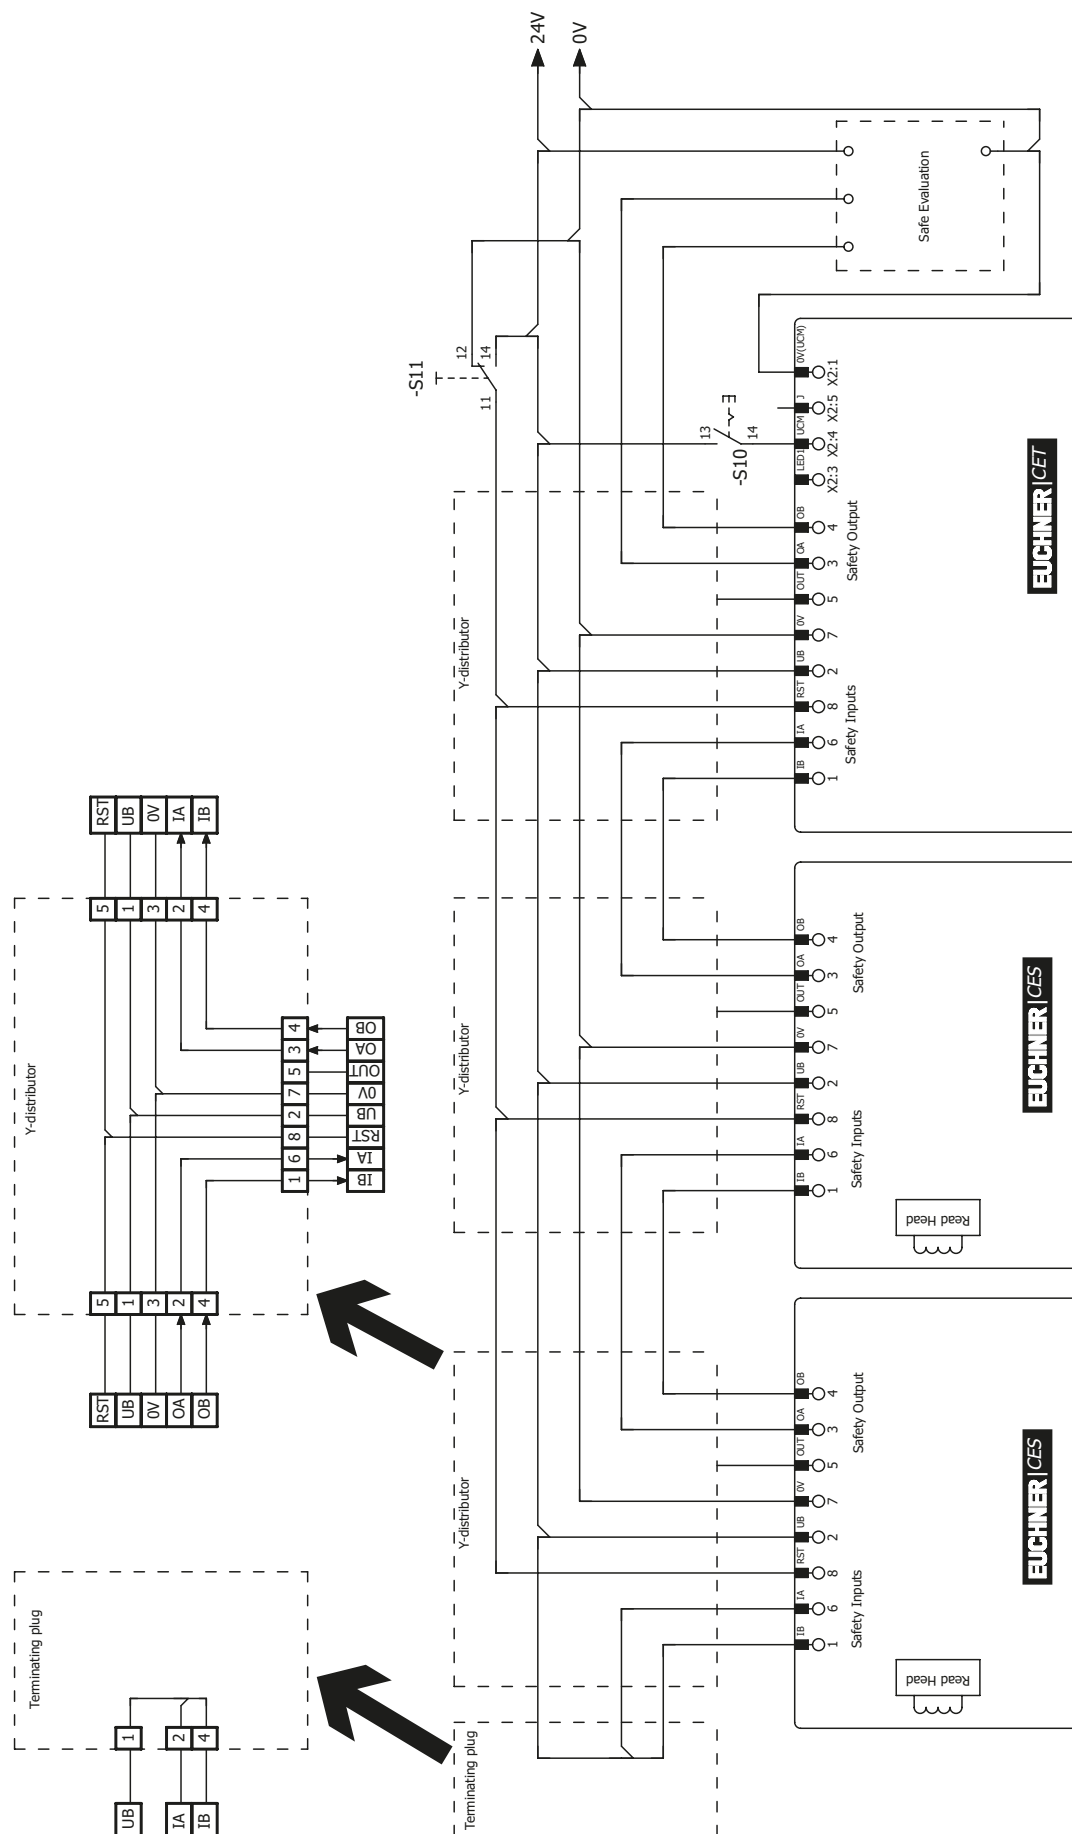

図 14: CES-AR スイッチ・チェーン内における操作の接続例
- ▶ フィードバック・ループ付き CET-AR および起動ボタンを使用する場合、スイッチチェーンの最後の位置になければなりません (図 14 (P34) 参照)。
- ▶ チェーン内のすべてのスイッチには共通の信号を使用してください。これには、切替スイッチまたは制御システムの出力のいずれかが考えられます。操作中、リセットは常に GND へ接続されているため、押しボタンは適していません (図 14 (P34) のスイッチ S11 を参照)。
これを可能にするためには、RST 入力は図 14 (P34) で示すように接続しなければなりません。